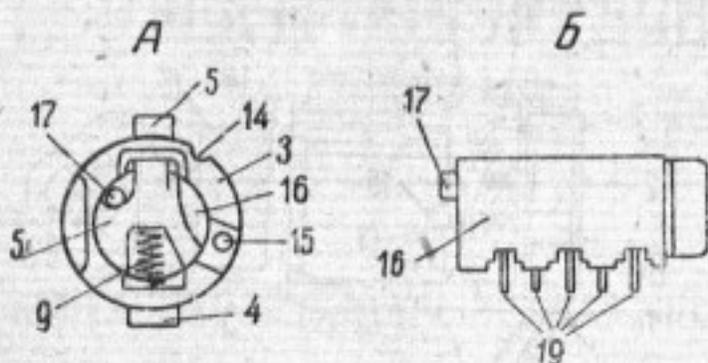

Рис. 5. Механизм замка-выключателя типа ЗФ-4514
5) Снять пружину 9 (рис. 5-А), действующую одновременно на кнопку 4 и выдвигающуюся пластинку 5, между которыми она установлена.
6) Вынуть кнопку 4 замка из корпуса 3 (рис. 5-А).
7) Вынуть выдвигающую пластинку 5 замка, для чего выступ 17 (рис. 5-А и Б) цилиндра 16 должен быть немного опущен. Это достигается поворотом ключа.
8) Вставленным ключом аккуратно выдвинуть (рис. 5-Б) цилиндр 16 и, придерживая пальцами цугали 19, вынуть ключ из цилиндрика и затем вынуть цилиндр из замка. Разборку надо производить обязательно над крышкой стола или верстака, повернув корпус замка отверстием 6 вверх, чтобы не потерять цугали и их пружинки.